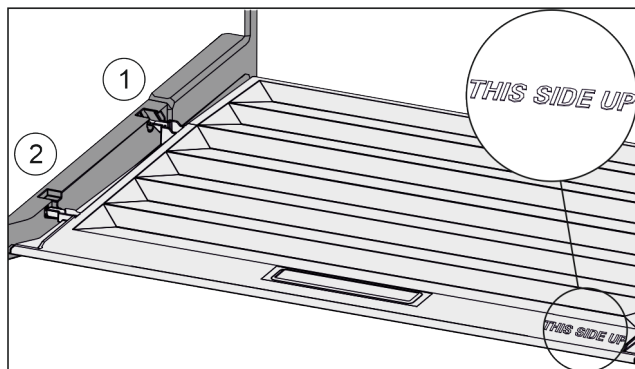

Fig. 34
- ▶ Inserire le nervature del coperchio attraverso l'apertura del supporto posteriore Fig. 34 (1) e innestare anteriormente nel supporto Fig. 34 (2).